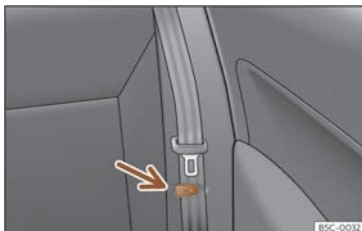

Fig. 113 Seient posterior: pinça per a subjectar el cinturó de seguretat.
- Poseu els cinturons de seguretat laterals a la pinça del revestiment»» **fig. 113**.